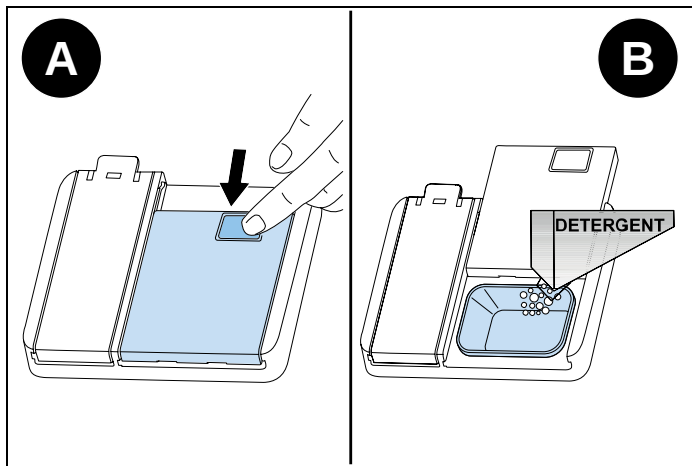

Fig. 57
- 1) Tryck på spärren för att öppna diskmedelsbehållaren såsom visas i bilden (Fig. 57 A)
- 2) Häll/lägg i diskmedel i dispensern (Fig. 57 B)